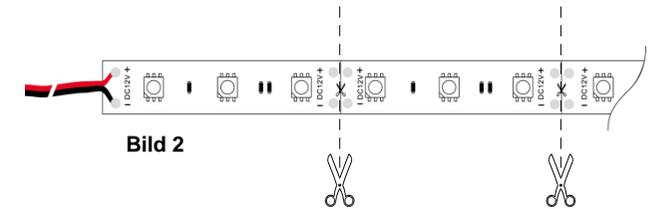

Bild 2
2. Falls erforderlich: Leiterplatte kürzen (Teilungsmaß beachten, Bild 2).
2. If necessary: shorten the board (Figure 2).